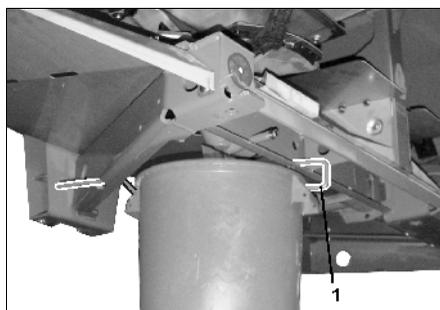

Fig. 33
- Colgar el recipiente de colección mediante el estribo (Fig. 33/1) en el marco como se muestra en Fig. 33.